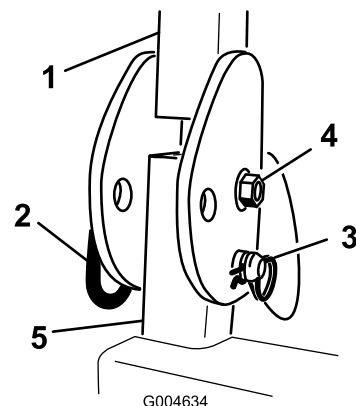

Figure 95
2. Enlevez le boulon, l'écrou, la goupille fendue et la goupille qui fixent chaque élément du système ROPS aux montants (Figure 95). Déposez l'élément du système ROPS.